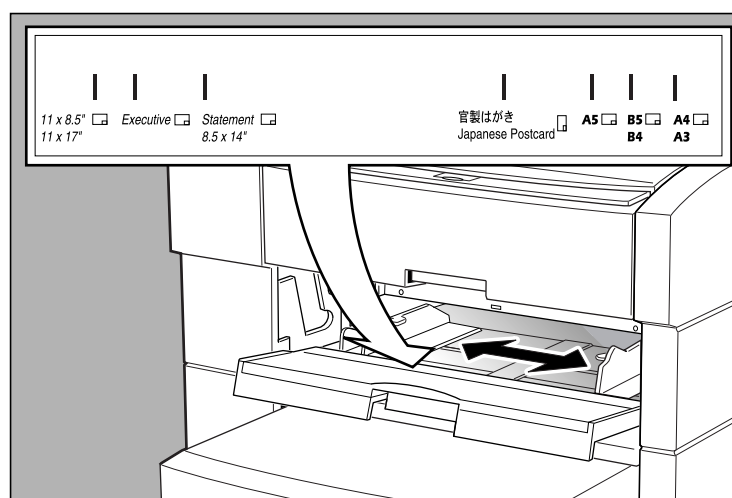

Fig. 2.25 Regolare la guida supporto
4. Regolare la guida supporto in base alla risma (fig. 2.25).